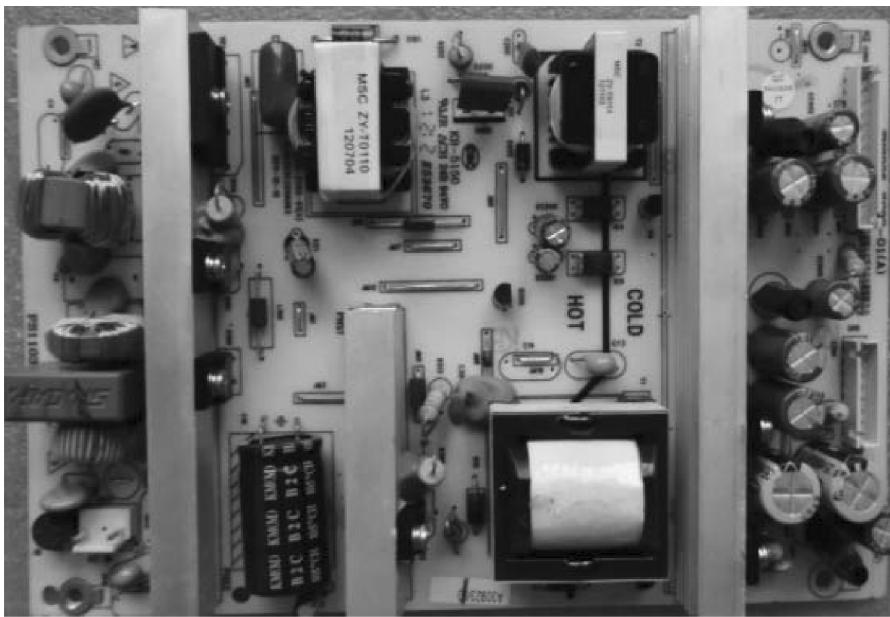

图 5-38 电源板 TV3206 - ZC02 - 01 (A) 实物板图
【要点与点拨】：该机电源属于电源板 TV3206-ZC02-01 (A)，实物如图 5-38 所示。